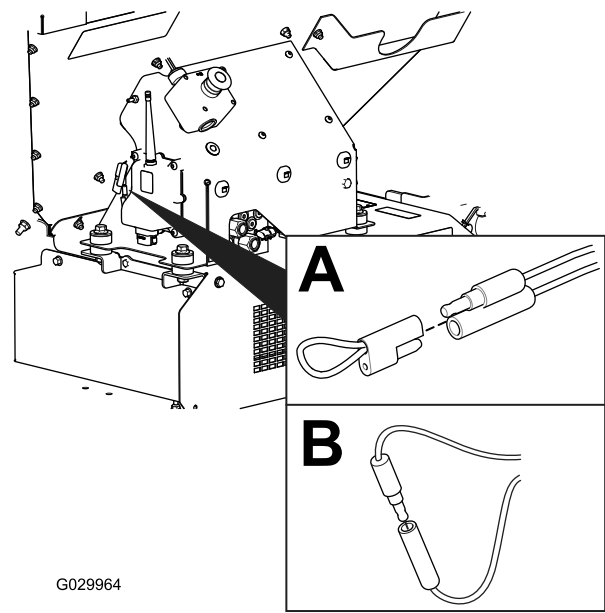

图27
- 2. 拉掉两个并联的诊断接头 图27 A上系的盖子。
- 3. 将并联的诊断接头连接在一起 图27 B。